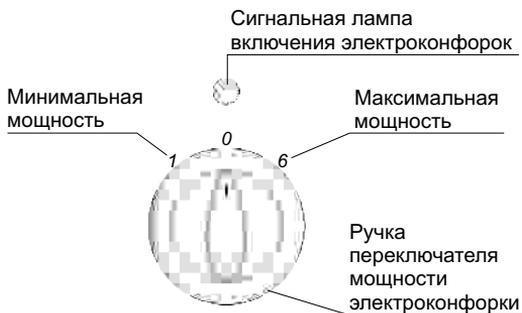

Рисунок 7.1 – Ручка управления электроконфоркой
7.1.4 Включение электроконфорок производится ручками переключателей (рис.7.1)